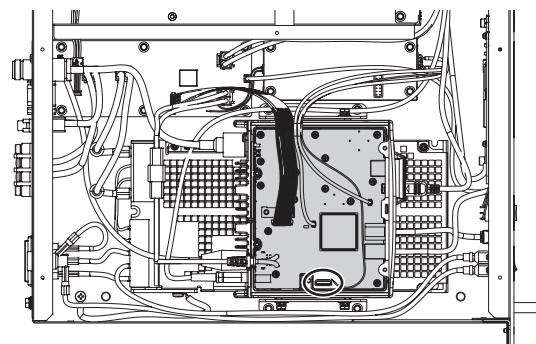

図 3
5. 図 3 で示すコネクターに FVS-2 を取り付けます。